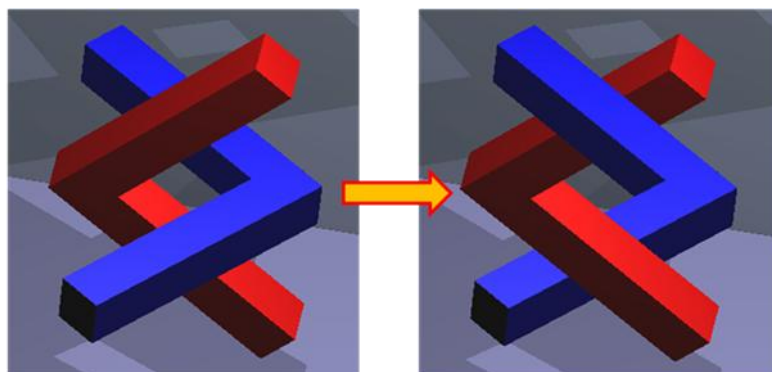
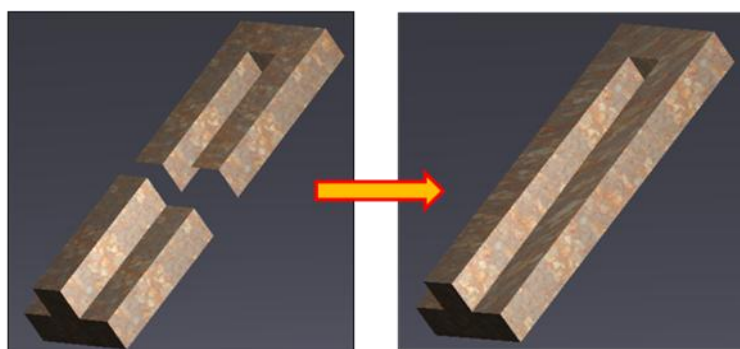

図 13 奥行き逆転による不可能立体
図 14 矛盾した面の接合による不可能立体
まず、不可能立体とは、大きく分けて、(1) 奥行き逆転によるものと(図 13)、(2) 接合できないもの面が接合したものと(図 14)との 2 種類がある。